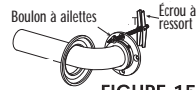

FIGURE 15
6. À l'autre extrémité de la barre d'appui, insérez un (1) des trois (3) BOULONS À AILETTES fournis dans n'importe quel des orifices de montage de la barre d'appui. Insérez un écrou à ressort à l'extrémité du BOULON À AILETTES comme le montre la figure (voir figure 15), en le vissant sur le boulon (environ trois tours). Répétez cette étape pour les deux (2) BOULONS À AILETTES restants.